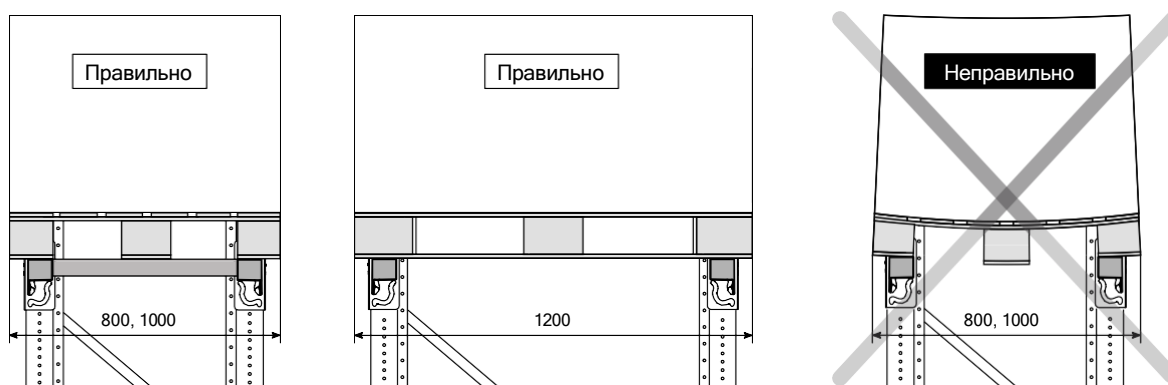

Рисунок 5 — Расположение грузовой единицы на балках
- площадь опоры поддона при установке на балках стеллажа должна обеспечивать его надежное размещение. Не допускается установка поддона узкой стороной на ярус стеллажа без дополнительной опоры (рис. 5).